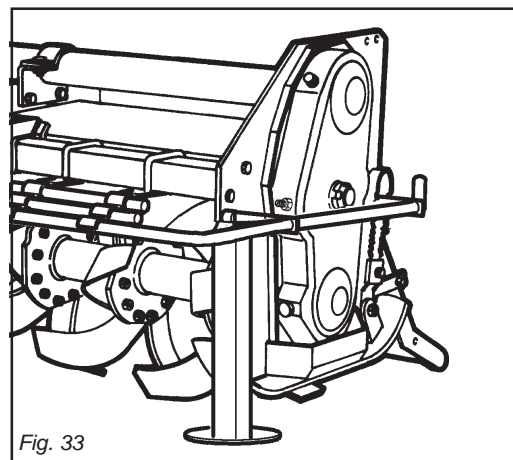

Fig. 33
- 1) Position the bearing stand as shown in the figure 33.
- 1) Positionner le pied d'appui comme indiqué dans la figure 33.
- 1) Den Stellfuß wie in der Abbildung 33 gezeigt anordnen.